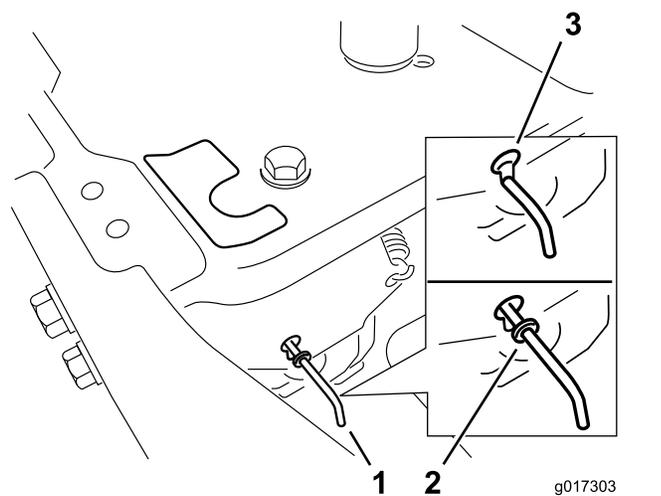

Figure 20
4. Déplacez les leviers de dérivation en avant dans l'encoche en trou de serrure, puis vers le bas pour les verrouiller en position (Figure 20).
Déplacez les leviers de dérivation en arrière dans l'encoche en trou de serrure, puis vers le bas pour les verrouiller en position, comme montré à la Figure 20.